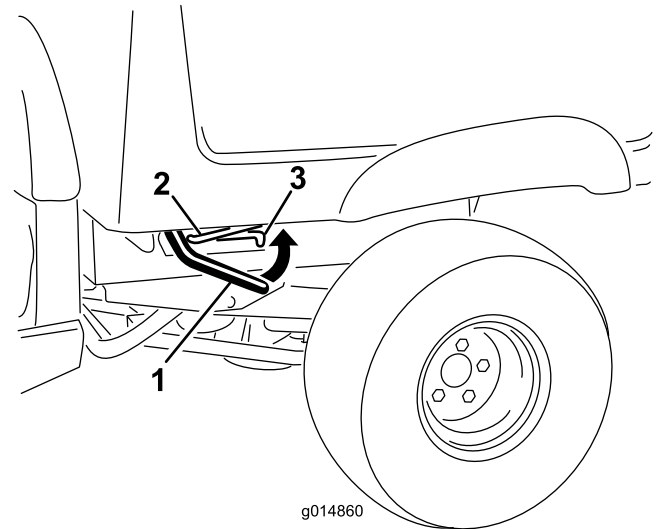

Figura 14
2. Alzate le leve ai lati del cassone e sollevatelo (Figura 14).
3. Tirate l'asta di supporto nella fessura di arresto per ancorare il cassone (Figura 14).